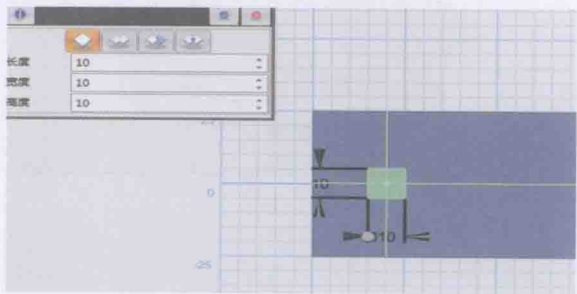

图 1-2-2
4. 将要绘制的六面体放在底面六面体中心适当的位置。为了使放置的位置更加准确, 通过视图导航器命令调整视角, 点击试图导航器  的“上”(如果找不到, 按住鼠标右键转动工作区), 将试图调节成图 1-2-2 所示, 通过网格线的尺寸准确定位 (网格线每一格的长度为 5mm)。